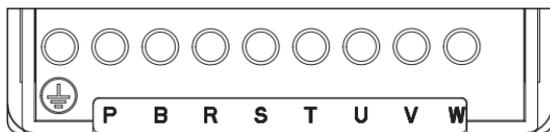

图5-5 主回路端子NVF5-0.4/TS4-B~7.5/TS4-B
5.3.2 三相380V系列（NVF5-0.4/TS4-B~7.5/TS4-B、NVF5-11/TS4-B~22/TS4-B）如见图5-5及表5.1